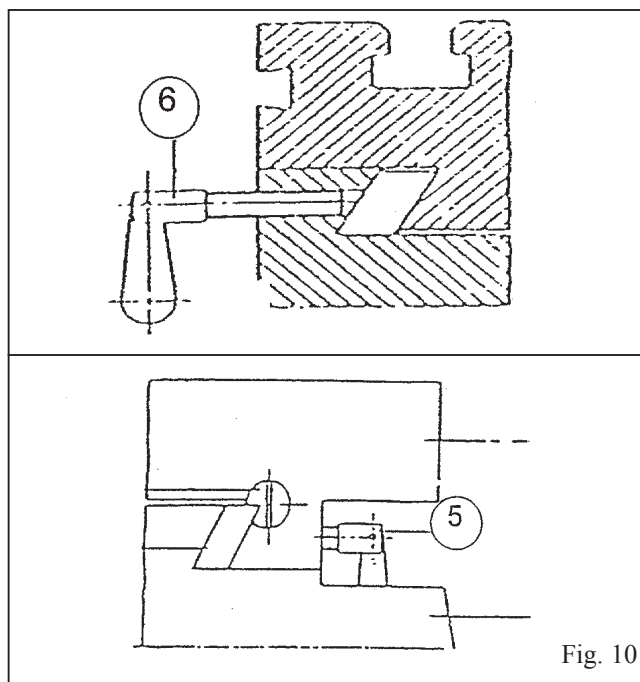

Fig. 10
1. Ved fresing venstre og høyre, anbefales det å løsne bordets lengdebevegelse for å garantere et presisjonsarbeid. For å gjøre dette, trekk til den lille bladskrue som sitter på den høyre siden av bordsokkelen (Fig. 10).
2. For å dra til bordets venstre- og høyrebevegelse for lengdefresing, trekk til begge de små bladskrue på bordsokkelens framside (Fig. 10).